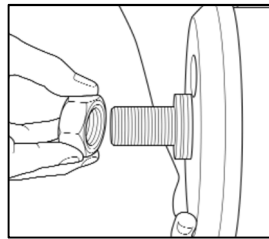

Fig. 11
13. Attaccare l'utensile RBT "F" all'imbuto "D" e fissare in posizione con le ghiere coniche del cuscinetto, la guida del cuscinetto "B" e il dado "A" (Fig. 11)